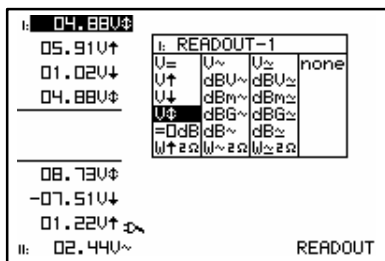

Fig 23
2. Premere i tasti freccia per evidenziare la funzione desiderata per il readout meter1 (Fig. 23).
2. Druk op de pijltoetsen voor het kiezen van de uitlezingfunctie van meter 1. (fig 23)
2. Utilisez les touches curseur pour choisir la fonction désirée pour ce premier appareil de mesure. (fig 23)